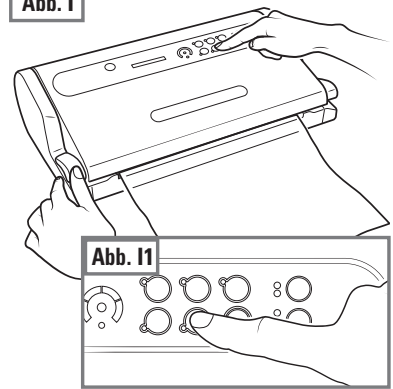

Abb. G1
d) eine der beiden offenen Seiten des Beutels auf den **Schweißbalken** (6) legen (Abb. G und G1).
Achtung: Der Beutel darf nicht bis in die Vakuumkammer (8) oder auf die Dichtung (14) hineinreichen, die Enden auf die Außenseite der **Dichtung** (7) legen, wie in der Abbildung G1 dargestellt.
e) Das Gerät schließen, dazu die Griffe (1) auf **START** stellen.